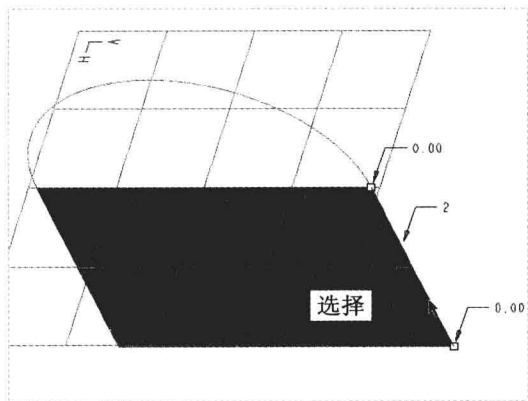

图 9-74 选择直线
Step 02 弹出“样式”选项卡，单击“曲面”面板中的“曲面”按钮，弹出“造型：曲面”选项卡，按住【Ctrl】键的同时，在模型上依次选择左侧和右侧的直线，如图9-74所示。